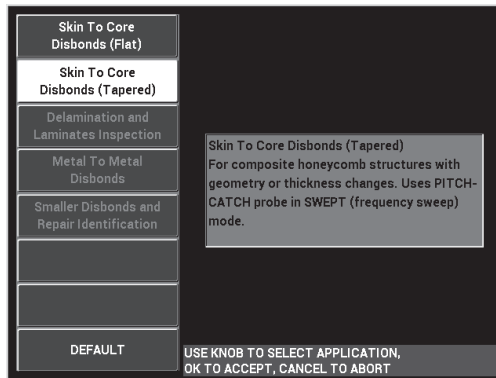

Figura 6-56 L'applicazione Perdita di adesione tra rivestimento e interno (Affusolato)
3. Selezionare l'applicazione **Perd. ades. tra rivest. e interno (Affus.)** ed in seguito premere  per confermare (vedere Figura 6-56 a pagina 179).